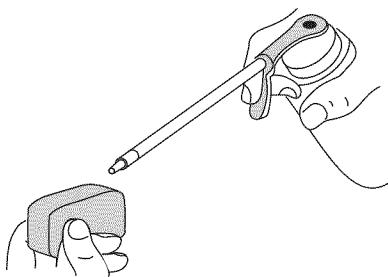

Fig. 26
- Aplique suficiente aceite limpido de motor SAE 30 para recubrir ligeramente el filtro (Fig. 26).